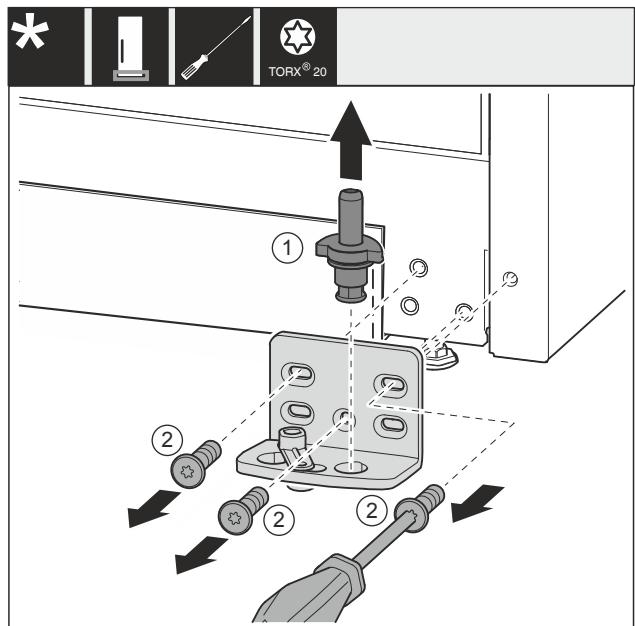

Fig. 34 \*
- Lagerbolzen Fig. 34 (1) komplett nach oben herausziehen.\*
- Schrauben Fig. 34 (2) mit Schraubendreher herausdrehen und Lagerbock abnehmen.\*